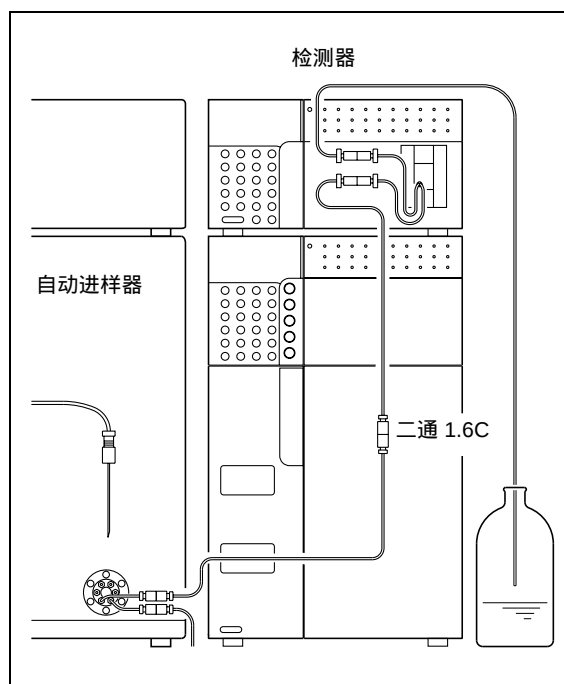

图 7.6
- 3 使用下面一种方法清洗系统流路。在清洗流路前，从系统中取下色谱柱，并使用二通 1.6C 连接色谱柱的进样口和出样口（"图 7.6"）。